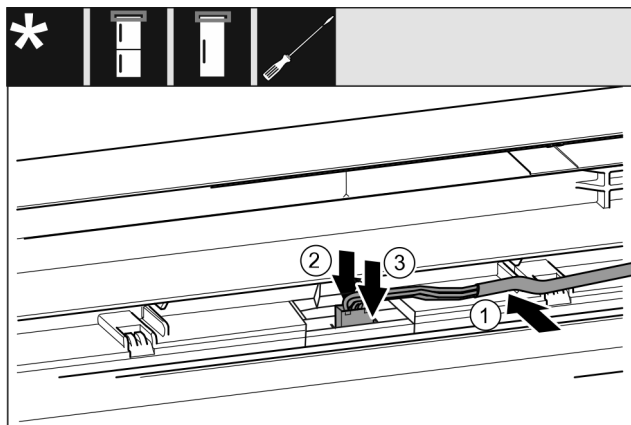

Fig. 40 Hladilno/zamrzovalne kombinacije / zamrzovalniki / hladilniki
- Namestite kabel Fig. 40 (1) v vodilo v zgornjih vratih.
- Potisnite zaskočni nastavek Fig. 40 (2) nazaj.
- Zaskočite vtič Fig. 40 (3).